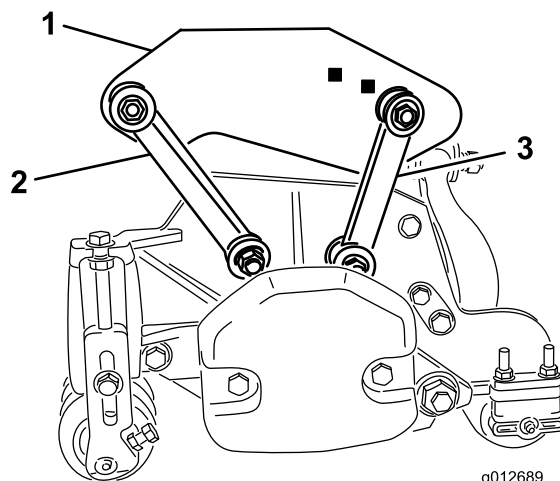

Figure 19
- Fixez les biellettes de montage avant dans les trous des bâtis porteurs au moyen d'un boulon (3/8 x 2-1/4"), de 2 rondelles plates et d'un contre-écrou, comme illustré (Figure 19). Placez une rondelle de chaque côté de la biellette lors du montage. Serrez les fixations à 42 Nm.
- Fixez les biellettes de montage arrière dans les trous du bâti porteur arrière au moyen d'un boulon (3/8 x 2-1/4"), de 2 rondelles plates et d'un contre-écrou, comme illustré (Figure 19). Placez une rondelle de chaque côté de la biellette lors du montage. Serrez les fixations à 42 Nm.